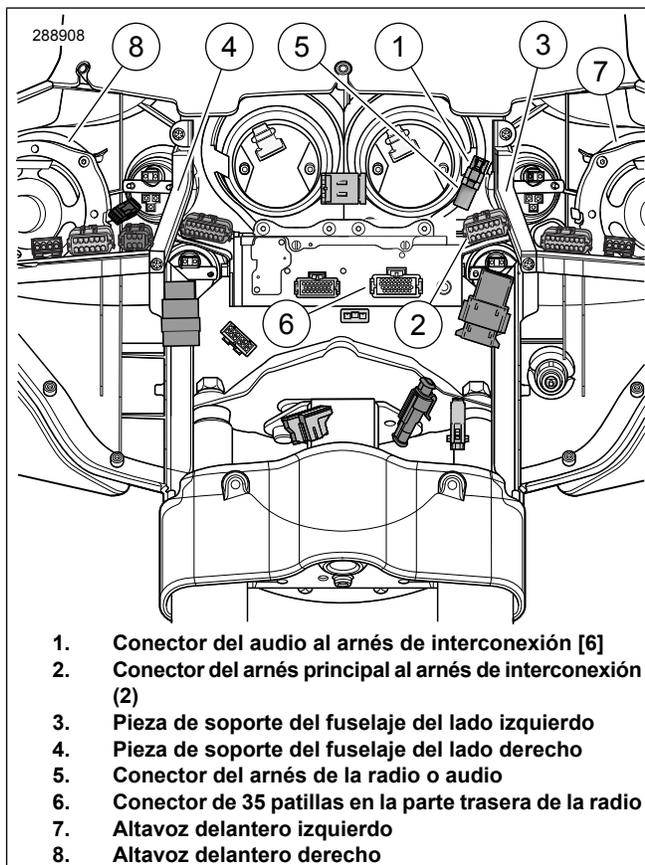
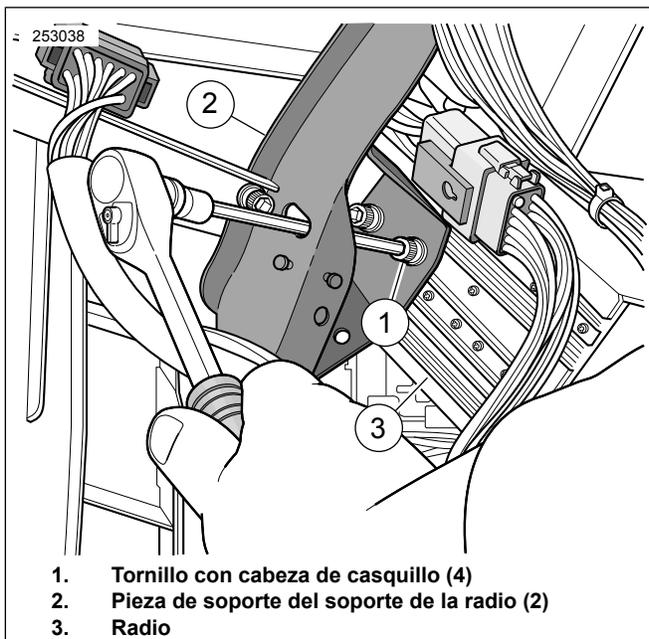

Figura 1. Conectores del fuselaje interior (FLHX, FLHT/C/U)
Figura 2. Instalación de la radio AM/FM; se muestra el lado derecho (freno)
- *Consulte la Figura 1. Tome nota de la ubicación del conector del audio al arnés de interconexión Deutsch negro de seis vías [6] (1) antes de mover el conector Molex gris de 12 vías [2] (2).*
2. Quite el conector del arnés principal al arnés de interconexión Molex gris de 12 vías [2] (2) de la pieza de soporte del fuselaje del lado izquierdo (lado del mecanismo de cambios) (pieza de soporte del soporte de la radio, 3).
3. Consulte la Figura 2. Extraiga los cuatro tornillos con cabeza de casquillo (1) para liberar la radio de las piezas de soporte izquierda y derecha del soporte de la radio (2). Use los agujeros oblongos en las piezas de soporte para obtener acceso a los tornillos y sujete la radio mientras extrae los tornillos.
Si el Deutsch negro de seis vías que va del audio al conector hembra del arnés de interconexión [6B] (Consulte la Figura 1., artículo 1) en el vehículo **está conectado** a un arnés de audio (5), desconecte las mitades del conector y siga a la sección **Ubicación y conexión del arnés del amplificador**.
3. Enchufe el conector de 35 vías (13) del arnés de cables de la radio (12) dentro del receptáculo en la parte trasera de la radio (vea Figura 1, artículo 6). Escuche claramente un clic.
4. Pase el ramal más corto del arnés de cables de la radio (con un conector macho de seis vías y los cables amarillo/naranja y amarillo/violeta) hacia el área del conector hembra [6B] (1), pero **no** lo conecte en este momento. Este conector macho (14) ahora será conocido como el conector [6A].
1. Quite la cuña secundaria de bloqueo del conector hembra [6B] (Consulte la Figura 1., artículo 1) del vehículo de acuerdo con las instrucciones del Manual de servicio. Extraiga los tapones de las cavidades 4 y 5.